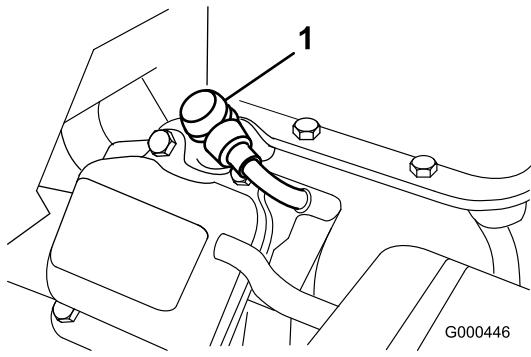

Figure 23
1. Débranchez la bougie (Figure 23).